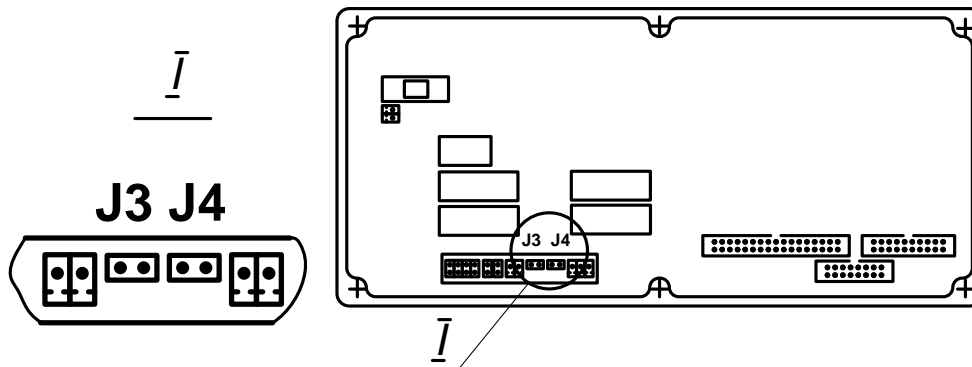

Рис.13. Расположение контактных пар J3 и J4 на модуле обработки данных.
7.1.5. Режим управления задается комбинацией наличия / отсутствия замыкания с помощью перемычек двух контактных пар J3 и J4, расположенных на задней панели модуля обработки данных ТВ (рис.13).